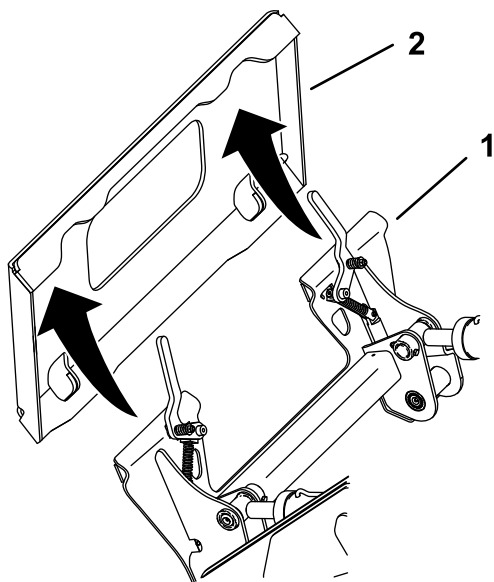

Figura 57
5. Coloque la placa de enganche debajo del reborde superior de la placa receptora del apero (Figura 57).